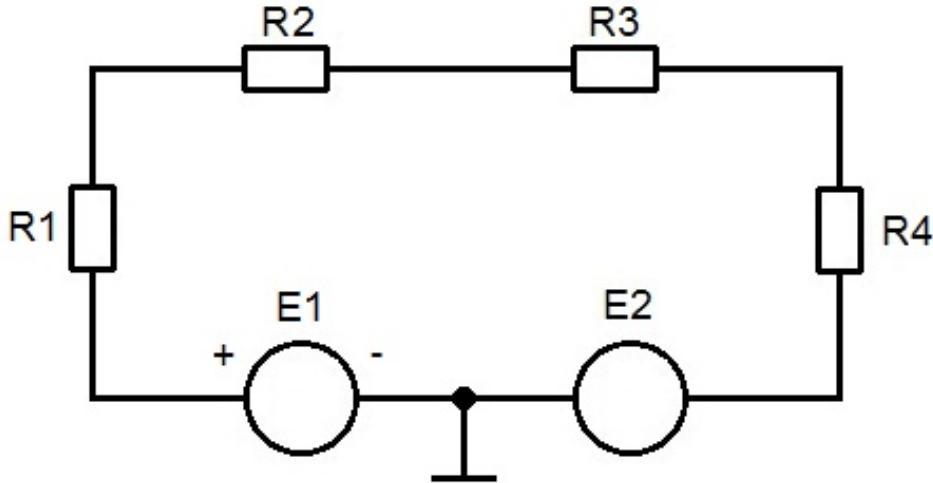

Рис. 1 Схема 1
4.1 Для схемы, изображенной на рис. 1, при согласованном и встречном включении источников ЭДС E_1 и E_2 , определить по закону Ома общий ток I в цепи и падение напряжения U_{R1} , U_{R2} , U_{R3} , U_{R4} на элементах цепи.